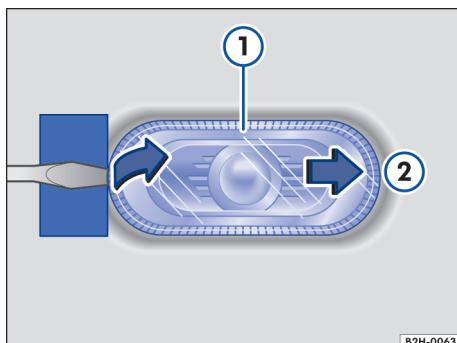
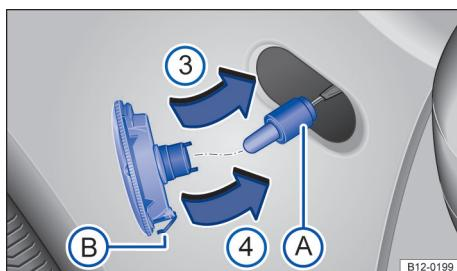

Fig. 151 Lado esquerdo do veículo: remover a lanterna lateral dos indicadores de direção
Fig. 152 Lanterna lateral dos indicadores de direção: substituir a lâmpada incandescente.
→ Fig. 151 e → Fig. 152
- ① Observar e executar a lista de controle → Página 202.
- ② Posicionar a chave de fenda das ferramentas de bordo com a lâmina plana no lado da lanterna lateral do indicador de direção que aponta para a traseira do veículo → ①. Deslocar a lanterna lateral dos indicadores de direção para trás, em sentido oposto ao da força de mola → Fig. 151 ②.
- ③ Remover a lanterna lateral dos indicadores de direção manualmente da carroceria.
- ④ Remover o suporte da lâmpada incandescente com a lâmpada em linha reta
→ Fig. 152 A).